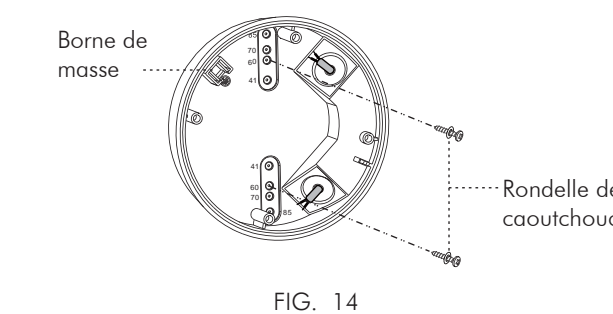

FIG. 14
- 3.4.3.3 Choisissez l'entrée défonçable appropriée pour fixer la boîte de jonction KDP3/5 FP à la surface du panneau-plafond à l'aide des 2 vis à bois reliées à l'aide de la rondelle de caoutchouc (Voir FIG.14).